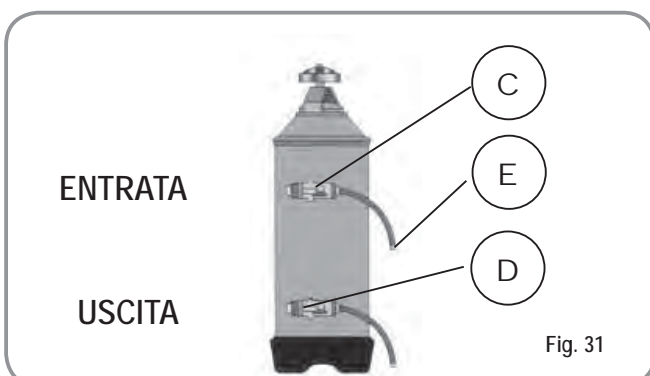
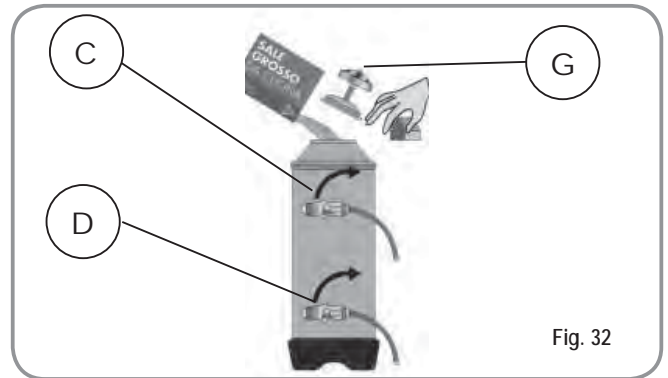

Fig. 31
Fig. 32
1) Spegner la macchina e mettere un recipiente della capacità di almeno 5 litri sotto il tubo E (Fig. 31). Ruotare le leve C e D da sinistra verso destra; togliere il tappo svitando la manopola G e introdurre 1 Kg di sale grosso da cucina (Fig. 32).